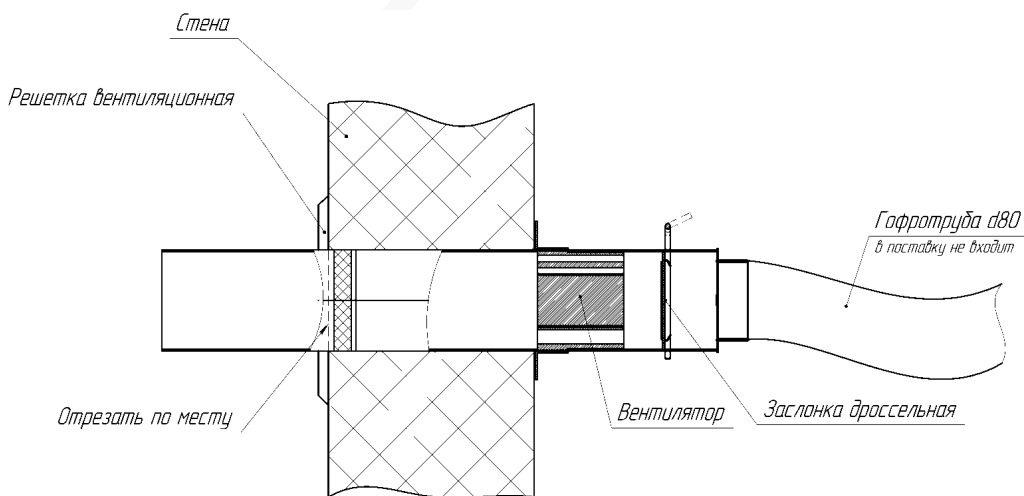

Рисунок 12. Монтаж системы подачи чистого воздуха.
2.3.12 Для монтажа системы подачи чистого воздуха «Чистый воздух» в удобном месте, по возможности ближе к электронагревателю, на высоте соответствующей высоте входного в ЭН воздушного патрубка, просверлить с помощью специального инструмента (пила круговая d120мм.) отверстие в стене, сквозь которое будет подаваться чистый воздух. Укоротить трубу с встроенным вентилятором до размера, соответствующего толщине стены. Закрепить её саморезами через отверстия в фланце с внутренней стороны стены. С наружной стороны стены закрыть трубу вентиляционной решёткой с комплектным воздушным фильтром (смотри рис. 12).